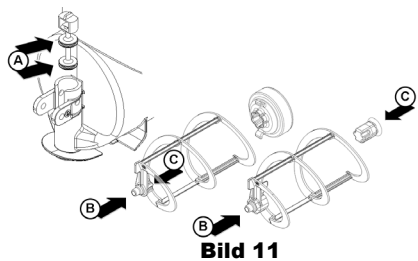

Bild 11
**2** Den Hahnkolben und die magnetische Außenspirale einfetten (an den in Bild 11 gezeigten Stellen A, B und C) schmieren. Dazu ausschließlich das vom Hersteller gelieferte Fett oder anderes Fett für Speisezwecke